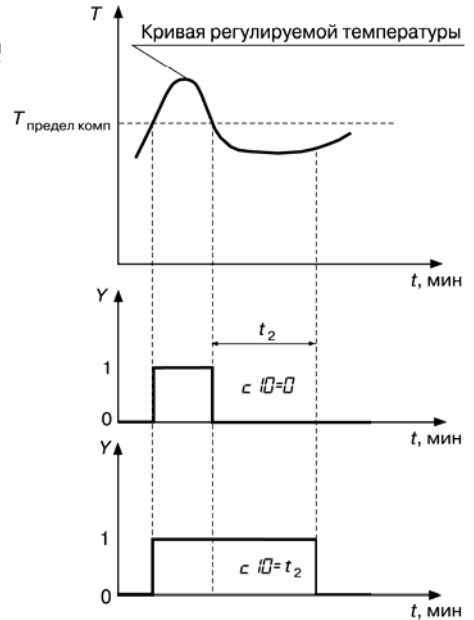

Рис. 3.21. Задержка отпускания компаратора: компаратор "отпустил"
- если больше, то по истечении времени t_2 происходит отпускание компаратора (рис. 3.21).